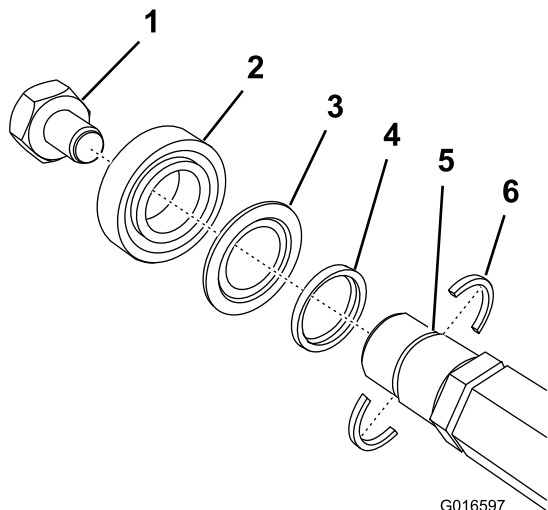

Figura 10
**Importante:** Prima di installare il cuscinetto sul cilindro, accertate che i 2 fermi dell'albero e il distanziale siano posizionati (Figura 10). Serrate i dadi inseriti a un valore di 136 N-m.